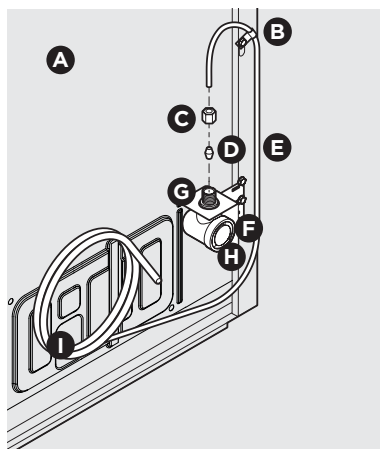
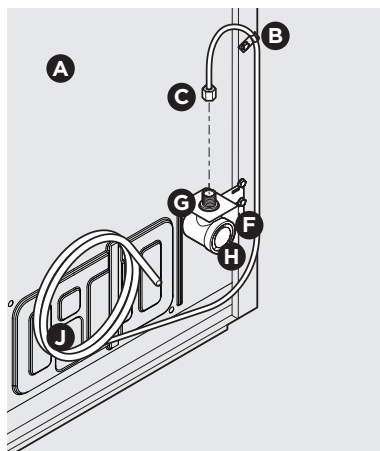

Figure 1
Figure 2
4. Si vous utilisez un **tuyau en cuivre** : faites glisser l'écrou de compression en laiton, puis placez la bague (raccord) sur la conduite d'alimentation en eau. Poussez le tuyau d'alimentation en eau dans l'entrée de la vanne d'alimentation en eau aussi loin que possible (6,4 mm [ $\frac{1}{4}$  po]). Faites glisser la bague (raccord) dans l'entrée de la vanne et serrez à la main l'écrou de compression sur la vanne. Serrez un autre demi-tour avec une clé. NE PAS trop serrer. Consultez la figure 1.
Si vous utilisez un **tuyau flexible tressé en acier inoxydable**, l'écrou est déjà assemblé sur le tuyau. Faites glisser l'écrou sur l'entrée de la vanne et serrez l'écrou à la main sur la vanne. Serrez un autre demi-tour avec une clé. NE PAS trop serrer. Consultez la figure 2.
B	Pince en acier (fig. 1 : 6,4 mm [ $\frac{1}{4}$ po]; Fig. 2 : 12,7 mm [ $\frac{1}{2}$ po])